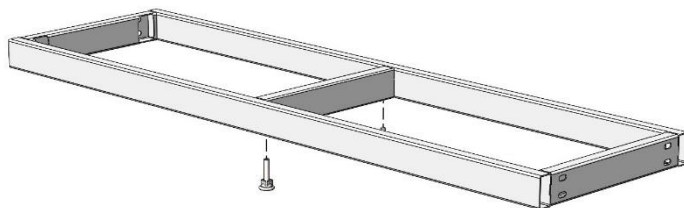

Рис. 6
- В случае с тумбами шириной 1500 и 1800 – установить дополнительные регулируемые опоры (Рис. 6)